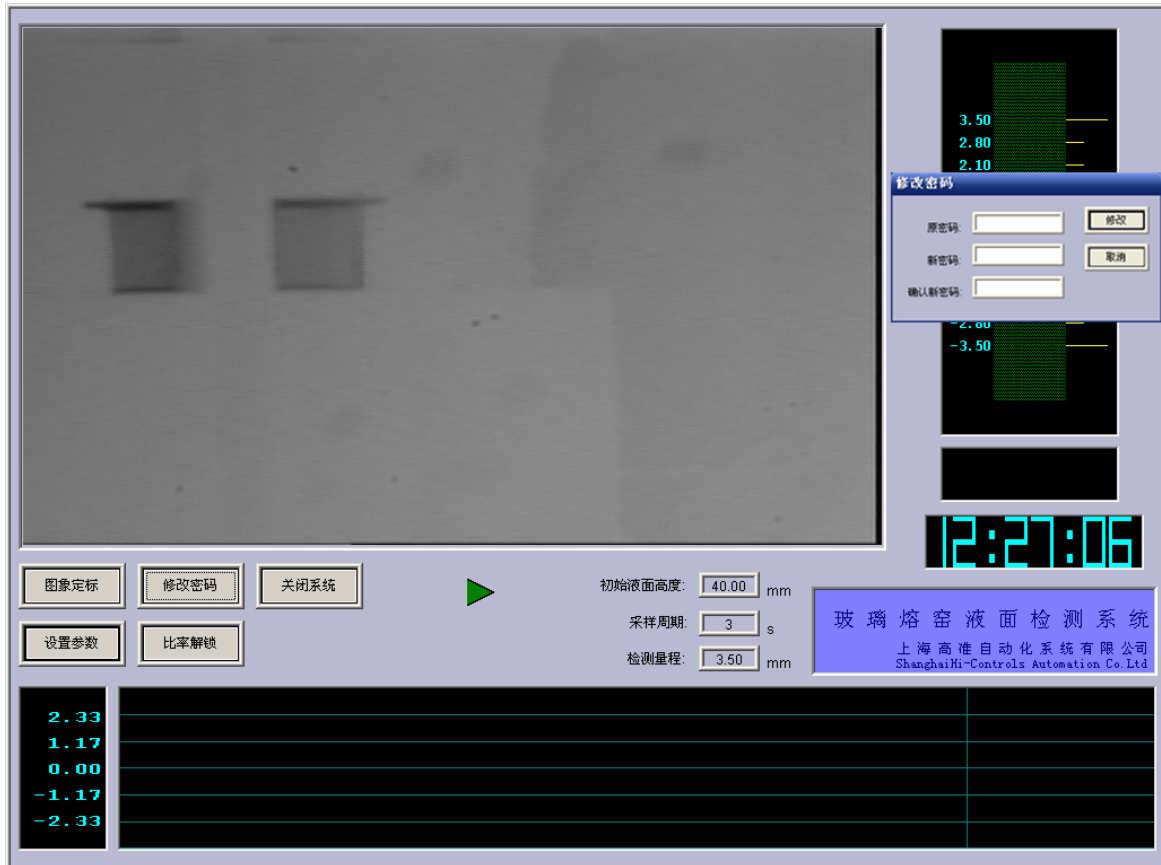

图 12
6. 本系统为便于管理对一些操作设定了密码，用户可由自行设定、修改其密码，密码修改如图 12：